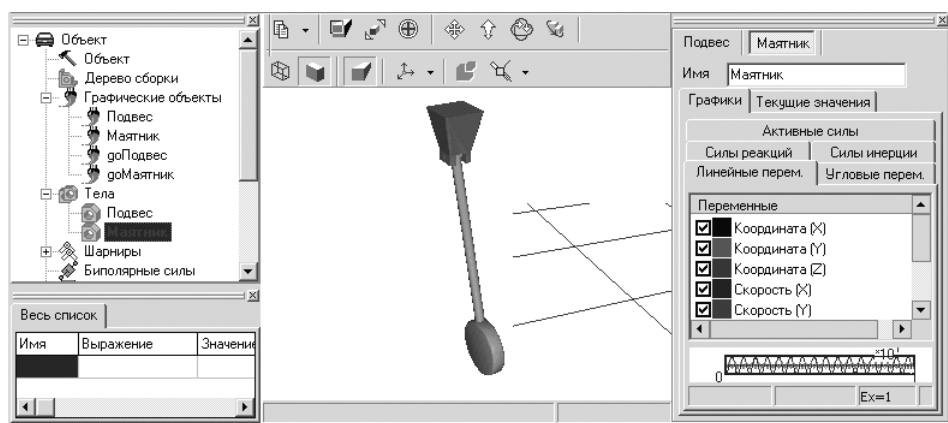

Рис. 1.13. Доступ к графикам результатов моделирования
- щелкните в окне **Список элементов** по нужному телу, например **Маятник**, чтобы получить доступ к графикам, см. рис. 1.13;